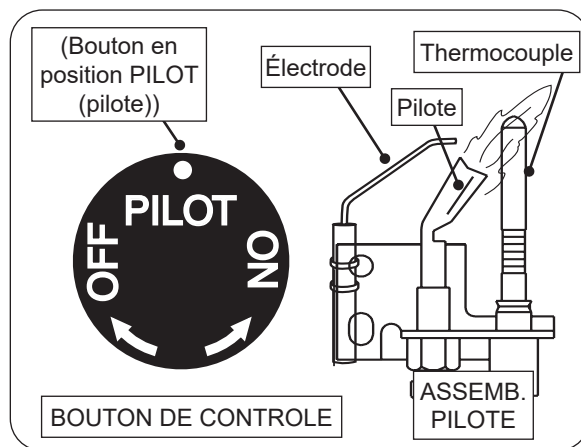

Fig. 61-1 Éclairage pilote
3. Localisez l'assemblage de la veilleuse sur le côté ou à l'arrière du bac du brûleur (voir Fig. 61-1).
4. Tournez le bouton de commande dans le sens antihoraire sur **PILOT** (pilote). Appuyez **fermement et complètement** sur le bouton de commande et maintenez-le enfoncé. Appuyez plusieurs fois sur le bouton de l'allumeur piézo jusqu'à ce que la veilleuse s'allume. Continuez à maintenir le bouton enfoncé pendant environ une (1) minute après l'allumage de la veilleuse. Relâchez le bouton et il ressortira. La veilleuse restera allumée. Voir la Fig. 61-1. S'il s'éteint, répétez les étapes 2 à 4.